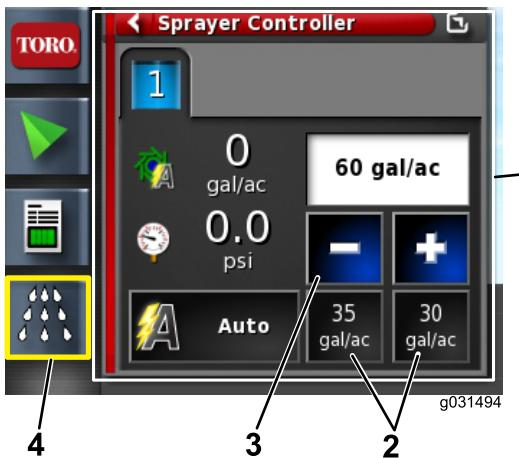

Рисунок 42
- Если интенсивность выбрана неправильно, измените ее, нажав значки предварительно установленной интенсивности, либо нажмите значки уменьшения или увеличения для пошагового изменения интенсивности опрыскивания или выберите позицию текущей интенсивности и введите интенсивность на цифровой клавиатуре (Рисунок 42 и Рисунок 43).